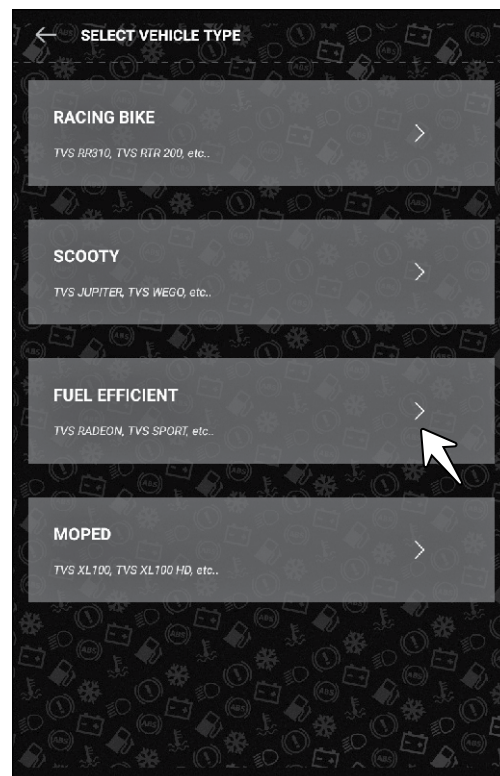

Fig. 7.8
- Selecione o tipo de veículo conforme mencionado “Eficiência de combustível” (seta). (Fig. 7.8)